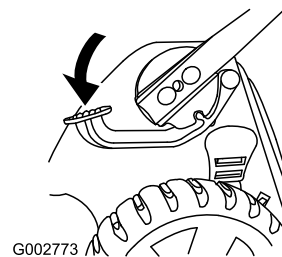

Figura 43
1. Pise el pedal y manténgalo pisado (Figura 43).